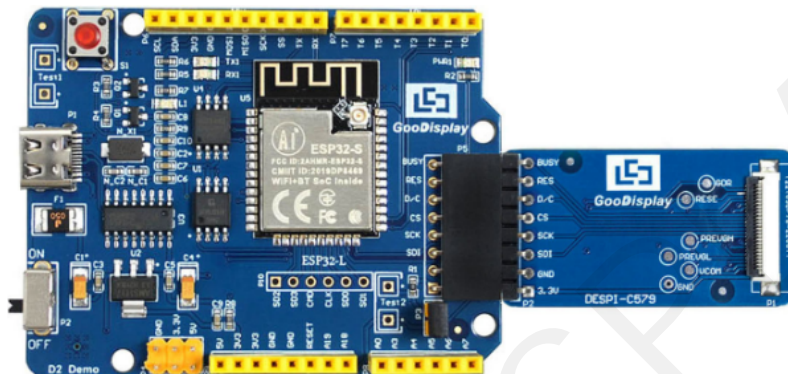

图 3 主板与转接板连接方式
1)将主板和转接板以图 3 所示方式相连，将FPC 以图 4 所示方式连接至转接板的连接器（注意电子纸显示屏的连接方向）。